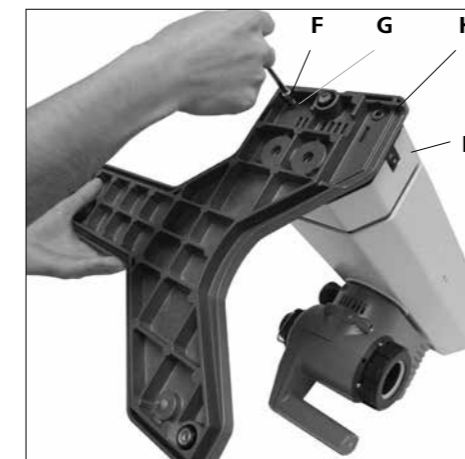

Fig. 7
1.) Szerelje fel az alapzatot az emelőre. (Fig. 7)
- Rögzítse az alapzatot (H) 4 darab hengeres fejű csavarral M6x25 (F) és a 4 darab bordás alátéttel (G) az ábrának megfelelően az emelőre (I). (Fig. 7)